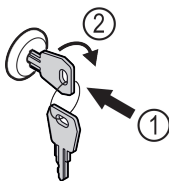

Fig. 140
- ▶ Įspauskite raktą Fig. 140 (1).
- ▶ Pasukite raktą 90° pagal laikrodžio rodyklę Fig. 140 (2).